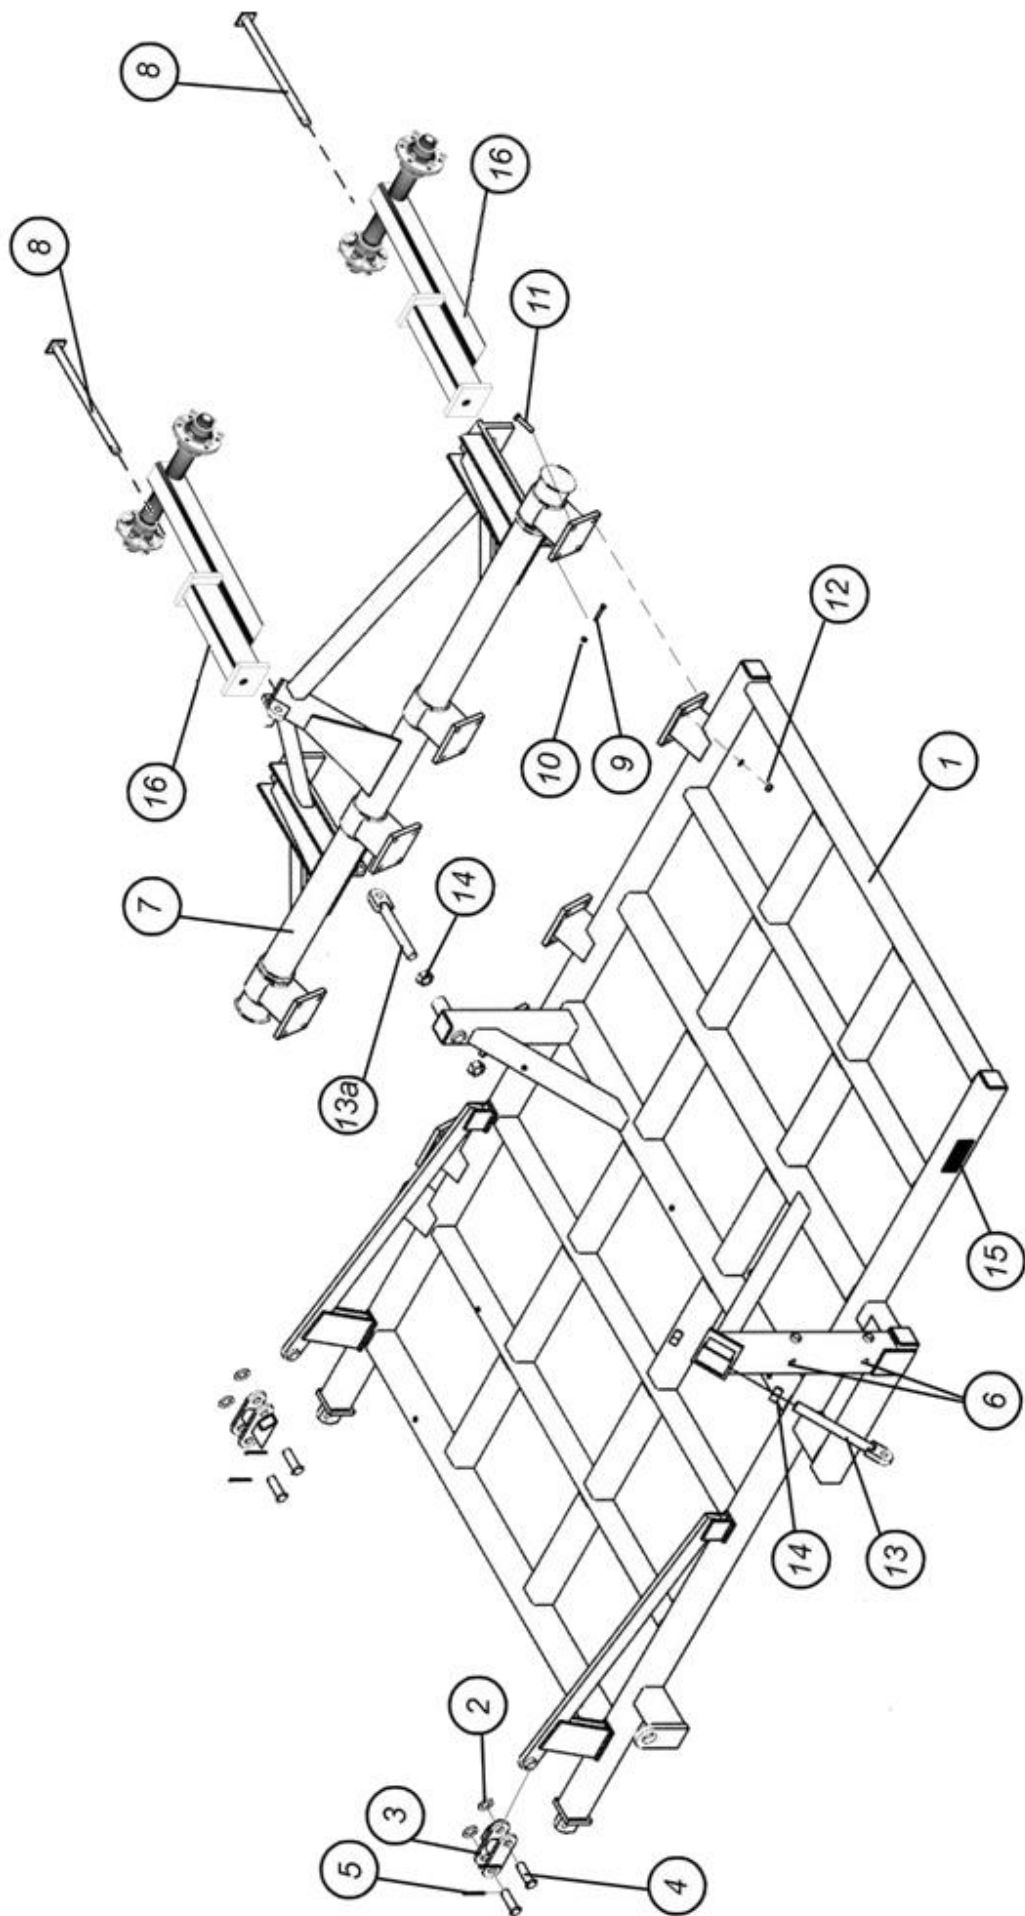

Рис. 6.2. Боковая рама с поворотным валом и тележками
5.3.3. Шарниры поворотных валов п.7 рис.6.2, оси вращения кронштейнов трёхрядных борон п.31 рис.6.8 смазывать консистентной смазкой общего назначения через пресс-масленки каждые 10 часов работы.
6.2. Боковая рама с поворотным валом и тележками (рис. 6.2)